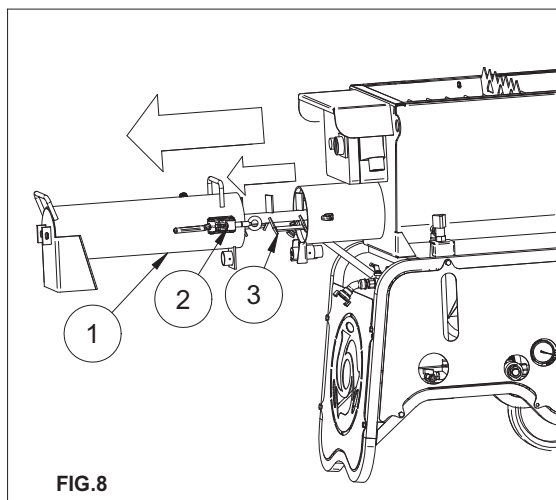

FIG.8
13. LIMPIEZA Y PARADA DEL MEZCLADOR (fig. 8)